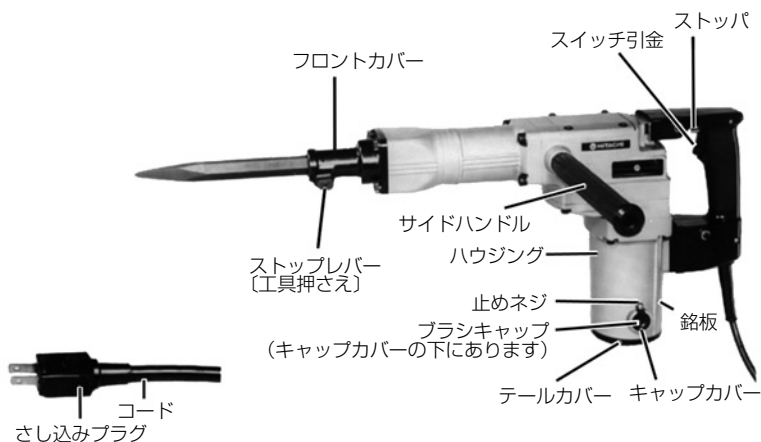

図 1
スイッチが入っているの知らずにさし込みプラグを電源にさし込むと不意に起動し思わぬ事故のもととなります。スイッチはスイッチ引金(図1参照)を引くと入り、離すと切れます。
- (1) はつり・破碎する箇所^①に工具先端を当ててから、スイッチを入れます。スイッチは引金を引くと入り、ストoppa(図1参照)を押すと指を離してもスイッチは入ったままになっており、連続運転に便利です。切るときは、再び引金を引きますとストoppaははずれます。
- (2) 本機の自重を利用し、反動を押さえる程度に押しつけて行なってください。無理につきさしたり、押さえつけても作業の能率はあがりません。
交換方法 (図1参照)